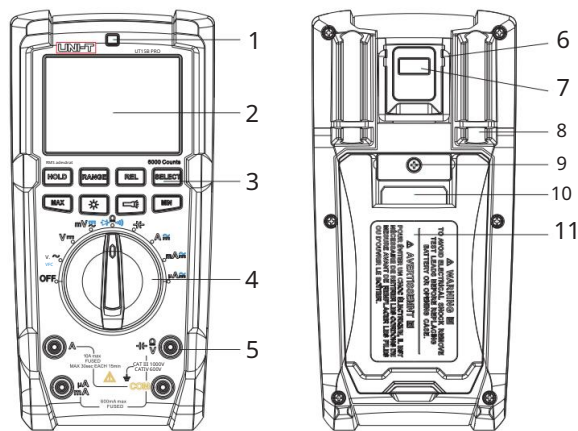

Figura 1
6. Structura externă (vezi Figura 1)